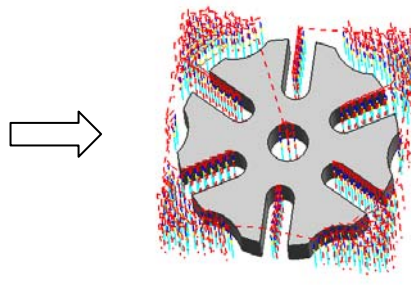

图 5-31 粗加工刀具路径
(4) 生成刀具轨迹。完成“插铣”对话框中的参数设置之后，单击“操作”选项组中的刀具轨迹“生成”按钮, 而后在图形区显示刀具路径如图 5-31 所示。